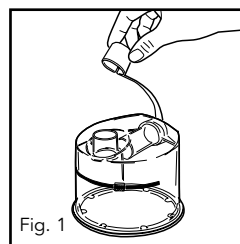

Fig. 1
- b. Retirer et jeter les capuchons bleus (Fig. 1).